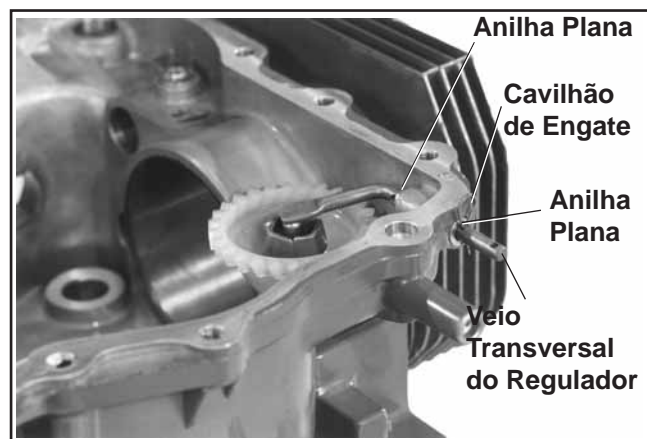

Figura 9-54. Retirar o Veio Transversal do Regulador.
1. Retire o cavilhão de engate e a anilha plana do veio transversal do regulador. Consulte a Figura 9-54.